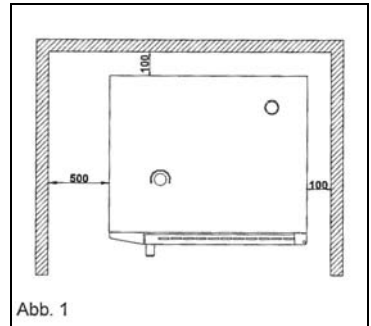

Abb. 1
- Stellen Sie das Gerät nicht direkt an Wände oder sonstige Gegenstände, welche aus brennbaren Materialien bestehen. Halten Sie einen Mindestabstand von 100 mm zur Wand oder anderen Gegenständen rechts und hinten sowie oben ein. Zur linken Seite halten Sie einen Abstand von 500 mm ein. (Abb. 1).